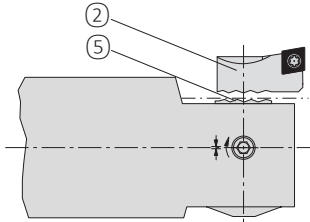

Fig. 3
Il cursore ⑤ può fissare in modo rapido e semplice a diverse cartucce ② (Fig. 3). Per la coppia di serraggio della vite di bloccaggio della cartuccia, vedere i dati tecnici a pagina 12.